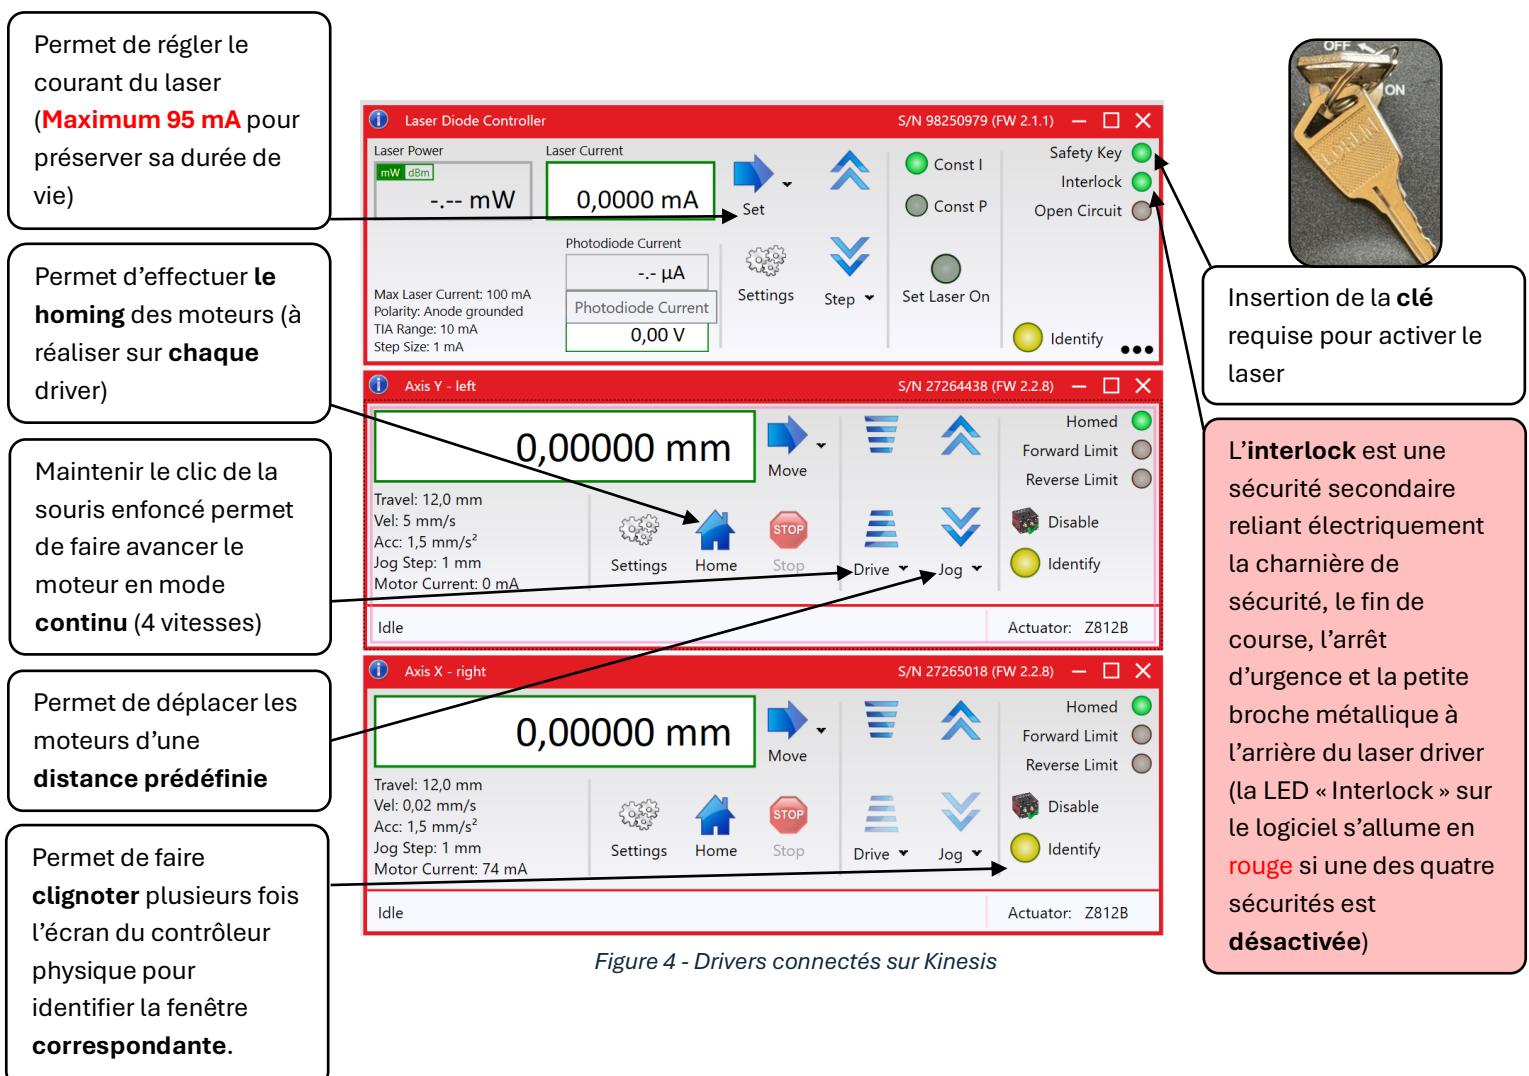

Figure 4 - Drivers connectés sur Kinesis
- L'explication concernant les drivers est donnée par la Figure 4.